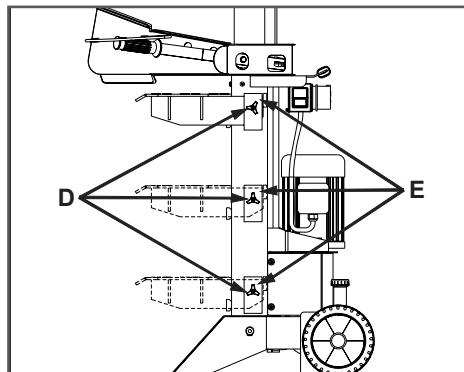

Рис. 5 Установка кронштейнов
5. Установить стол в кронштейны Е и закрепить болтами D (Рис. 5).
9. Установите стол в необходимое положение в соответствие с Рис. 5 и надежно закрепите кронштейны болтами.